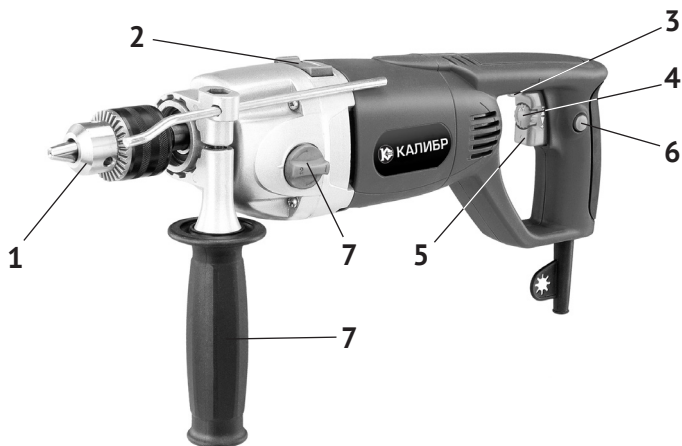

рис. 1
1.6 Общий вид дрели представлен на рис.1
1.7 Дрель состоит из коллекторного двигателя в пластиковом корпусе и редуктора, расположенного в металлическом корпусе. Крутящий момент с якоря электродвигателя через систему шестерён, передаётся на шпиндель, соосный с двигателем. На корпусе редуктора расположен переключатель скорости (рис.1 поз.7) вращения шпинделя. На резьбу (1/2") шпинделя крепится сверлильный патрон (рис.1 поз.1).
1.8 Клавиша выключателя (рис.1 поз.5) расположена в передней части рукоятки, крепящейся к корпусу двигателя. В клавишу встроен диск регулятора оборотов (рис.1 поз.4). С его помощью можно изменять скорость вращения шпинделя в пределах, в зависимости от выбранного диапазона: от 0 до 1000 об/мин или от 0 до 2000 об/мин. Это позволяет выбрать оптимальный режим работы, в зависимости от просверливаемого материала и установленного сверла.
Над клавишей выключателя находится рычажковый переключатель реверса (рис.1 поз.3). В нейтральном положении он выполняет функцию блокиратора клавиши от случайного включения. Стрелками указывается направление вращения патрона.
Сверху на промежуточном корпусе дрели расположен переключатель режимов (рис.1 поз.3). Он фиксируется в одном из двух положений, отмеченных символами на корпусе: «сверло» - сверление, «молоток» - сверление с ударом.
- удерживая клавишу, нажатием кнопки (рис.1 поз.б), фиксируем клавишу в рабочем положении;